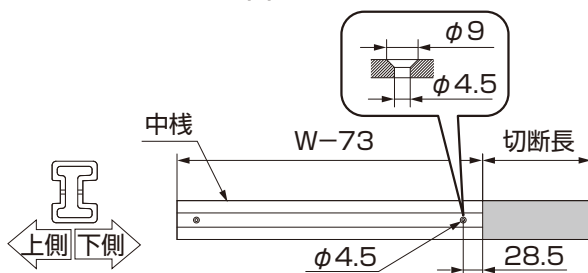

図3-2
- ④中栈を切断した側から28.5mmのところにφ4.5の下穴とφ9サリ取り加工してください。（図3-2参照）